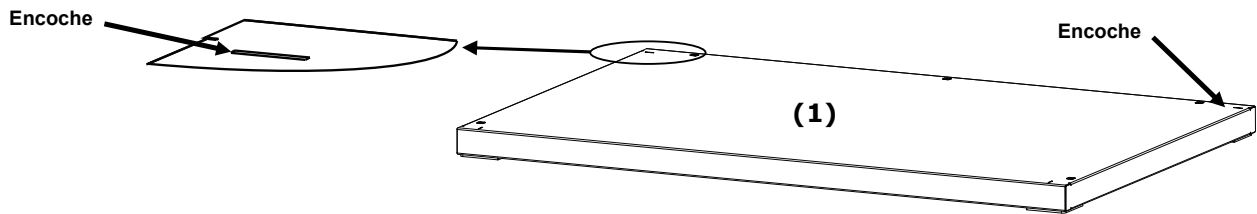

Figure 1. Panneau inférieur
1. Placez le panneau inférieur (1) sur une surface propre et lisse. Voir Figure 1.